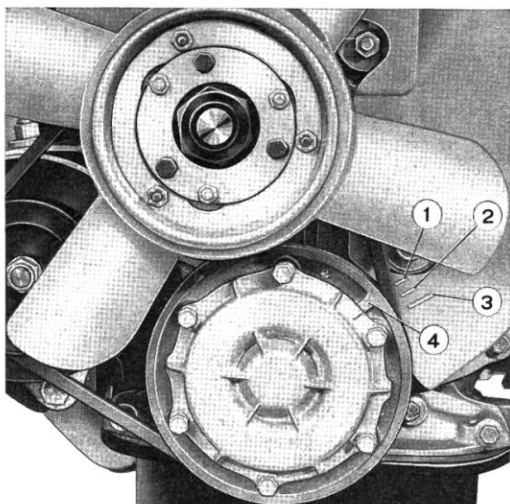

**Abb. 83. - Zündverteiler am Motor.**
- Dann wird der Verteiler mit dem Bügel (3, Abb. 83) festgeklemmt und mittels der Befestigungsmutter (2) festgeschraubt.